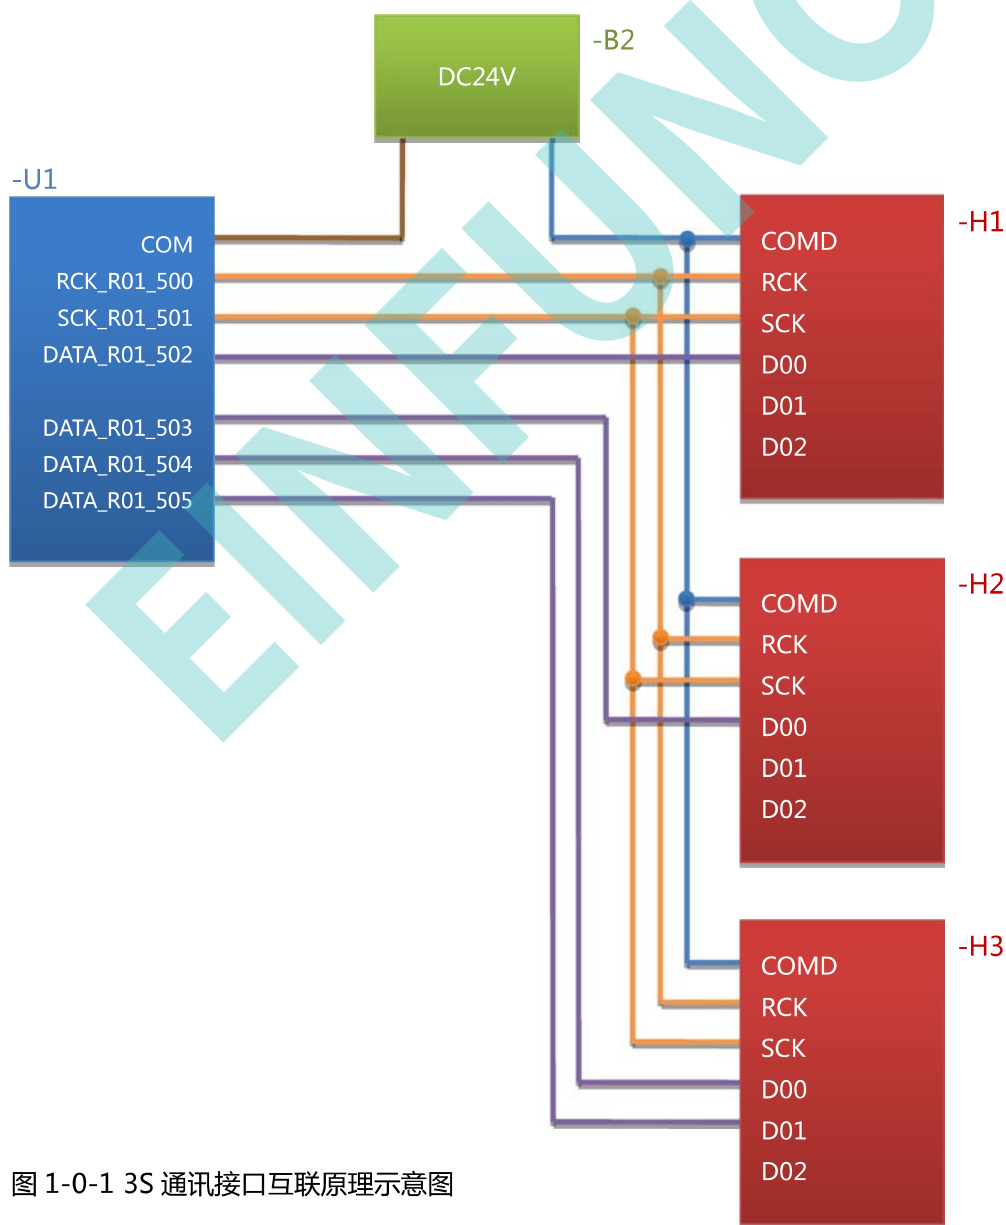

图 1-0-1 3S 通讯接口互联原理示意图
3S 通讯技术是指将 PLC 程序中任意指定的操作数如定时器、计数器、内部变量数据和常量数据，以规定的数据格式如整数、双整数数据、HEX/BCD 码，通过 PLC 直流固态输出点组成的 3S 通讯接口串行传送至带有 3S 通讯接口的外部设备上，使这些设备对接收到的数据进行进一步的处理，如图 1-0-1 所示。这项技术由任志兵于 1995 年发明研制，在当年申请并实施了实用新型专利：ZL95226265.7。在图 1-0-1 中：
任选 PLC-U1 三个晶体管输出点作为最基本的 3S 通讯接口，如图 1-0-1 中所示的 R01_500、R01_501 和 R01_502 点：
在最基本的连接基础上只需增加数据输出口 R01_503、R01_504、R01_505.....，各个数据通道在时钟的驱动下同时向外部设备的数据输入端 D00、D01、D02.....传送数据，每个通道每帧传送一个字（16Bits）的数据码。这样能够保证传送速度不变。如图 1-0-1 中，-H3 外设需要接收双整数数据（32Bits），PLC-U1 需要两个数据输出口，一个传送双整数的低字，另一个传送双整数的高字。
- ❖ 3S 通讯线路电源就是图 1-0-1 中的-B2 电源，DC24V。它与各设备的 COM/COMD 的连接方向取决于 PLC-U1 的 DO 晶体管/场效应管的有效电流方向：